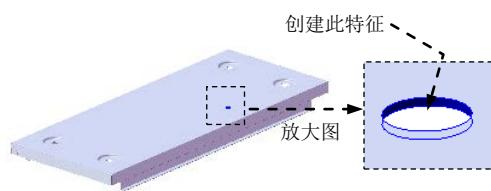
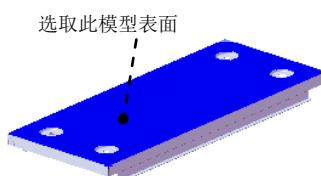

图 17.9.49 创建切除—拉伸 2
图 17.9.50 定义草图平面
Step22. 创建图 17.9.49 所示的切除—拉伸 2。选择下拉菜单 **插入(I)** → **切除(C)** → **拉伸(E)...** 命令；选取图 17.9.50 所示的表面为草图平面，绘制图 17.9.51 所示的横断面草图；采用系统默认的切除深度方向；在 **方向1** 区域的下拉列表中选择 **完全贯穿** 选项。单击 **确定** 按钮，完成切除—拉伸 2 的创建。